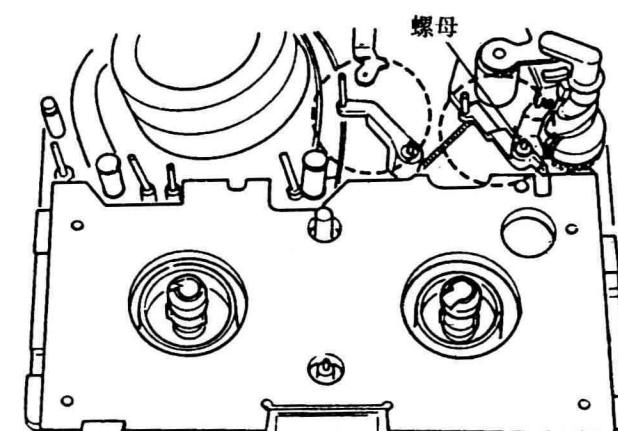

图46
- 步骤: ①拆下磁带盒仓;
②在带盘上安装好调整模板;
③逆时针转动主导轴电机(加载方向)直到机构成为如图46所示的状态;